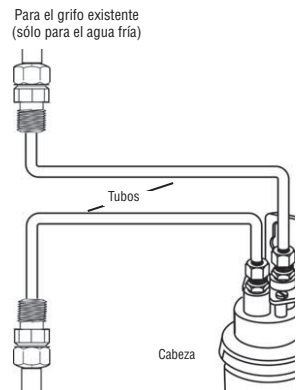

Figura 9
9. Corte dos trozos de 3/8" de tubo de cobre suave y dóblelos para darle la forma que se muestra en la figura. Doble los tubos de modo que las curvas que se formen sean suaves y no afiladas. (Figura 9)